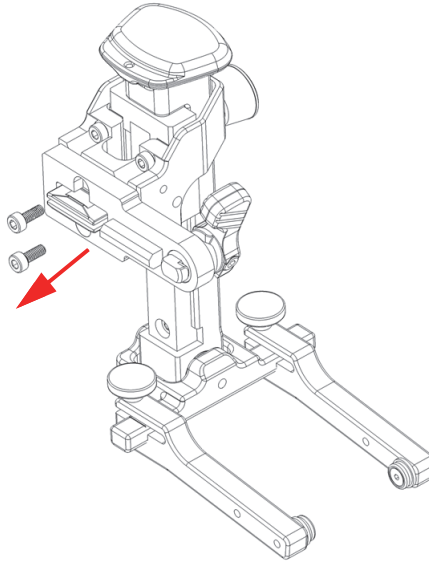

Figura 2-20 Remoção de dois parafusos
1. Remova os dois parafusos no suporte do SLA com uma chave sextavada de 2,5 mm (Figura 2-20 na página 51).